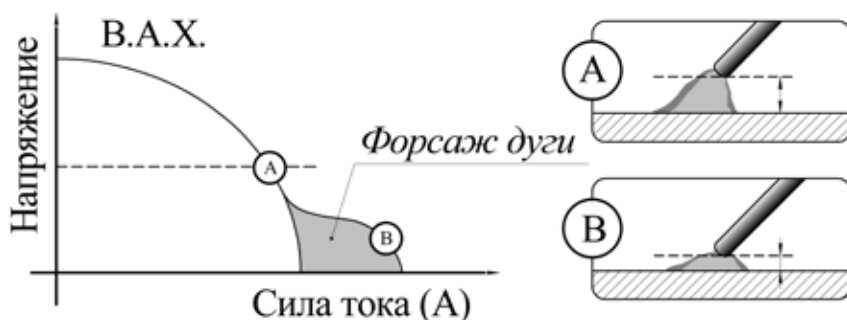

Рис. 7.2. Форсаж дуги.
**Форсаж дуги** - рекомендуется при сварке покрытыми электродами на малых токах. Если по каким-либо причинам сварочная дуга начинает затухать в процессе сварки, происходит автоматический набор силы сварочного тока до настроенной величины (см. рисунок 7.2) (**кроме аппаратов серии PRO ARC 160 (Z206) и PRO ARC 200 (Z207)**).